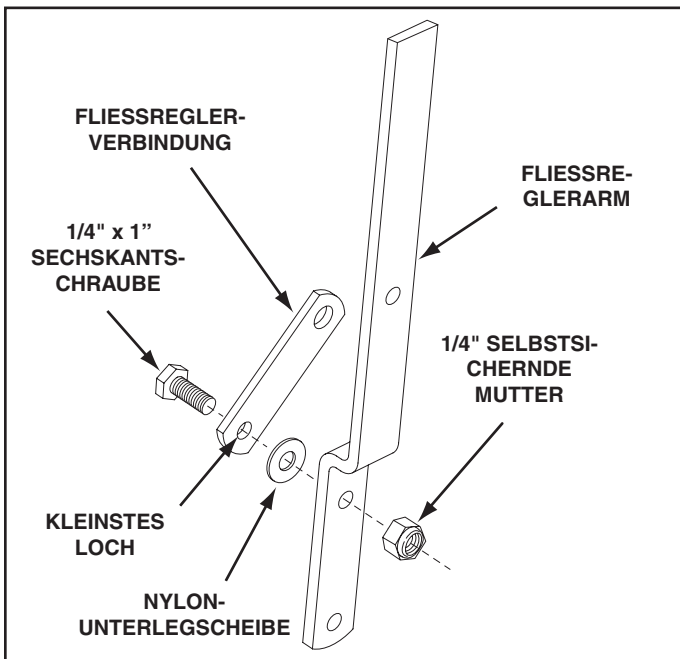

ABBILDUNG 6
14. Montieren Sie die Fließreglerverbindung (das Ende mit dem kleinen Loch) wie in Abbildung 6 gezeigt mit einer 1/4" x 1" Sechskantschraube, einer Nylon-Unterlegscheibe und einer 1/4" selbstsichernden Mutter am Fließreglerarm. **Vorsichtig festziehen.** Die Fließreglerverbindung sollte nicht lose, jedoch ohne großen Widerstand einfach schwenkbar sein.